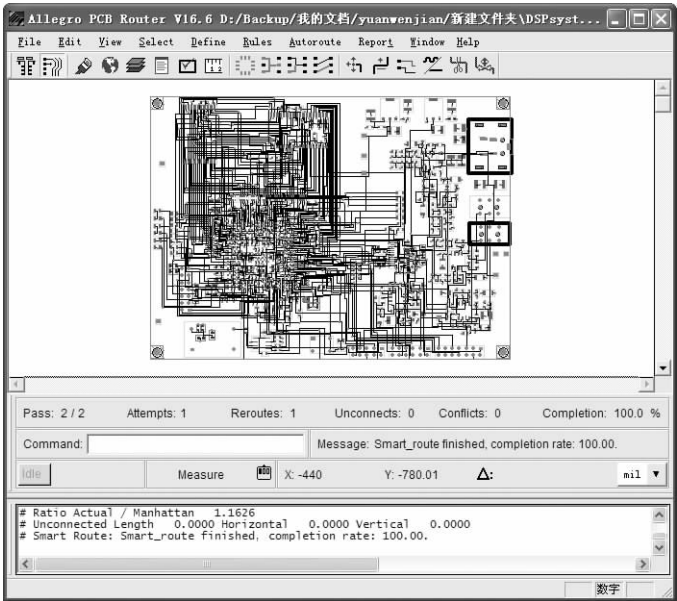

图 12-44 CCT 布线窗口
3) 在“AutoRoute（自动布线）”对话框内选择“Smart（灵活）”选项，设置完毕后单击 **Apply** 按钮，CCT 开始布线。布线完成后，单击 **OK** 按钮，关闭“AutoRoute（自动布线）”对话框，系统会重新检查布线。如图 12-44 所示。